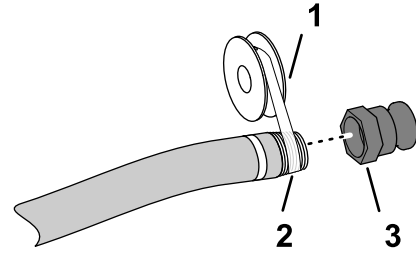

Bild 4
5. Tragen Sie PTFE-Gewindedichtungsmittel auf das Gewinde des Füllschlauch-Anschlusstück auf (1") (Bild 4).
6. Schrauben Sie die Schnelltrennkupplung auf den Füllschlauch und ziehen sie mit der Hand fest (Bild 4).